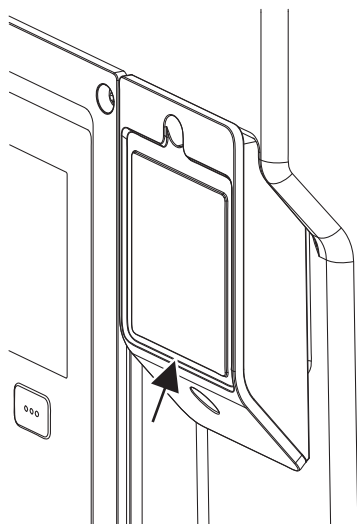

Fig. 27: Couverture du module BT Wilo-Smart Connect
1. Desserrer la vis du couvercle du module Wilo-Smart Connect (Fig. 27) et ouvrir le couvercle.
En raison de sa conception, le module BT Wilo-Smart Connect ne peut être branché que dans un sens. Une autre fixation du module n'est pas possible. Le couvercle du module Wilo-Smart Connect (Fig. 27) sur la partie supérieure du module électronique maintient fermement le module dans l'interface.